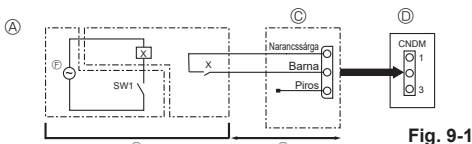

Fig. 9-1
9.1. Halk üzemmód (helyszíni módosítás) (Fig. 9-1)